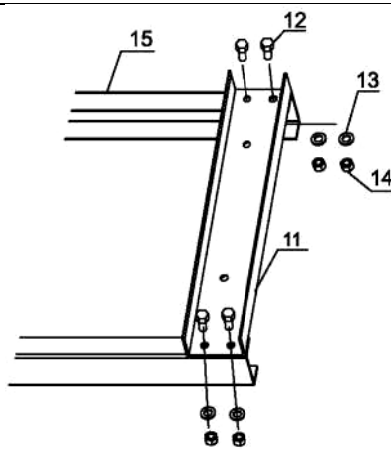

Рис. 1-1
Перед началом сборки разложите перед собой все детали и узлы*. См. изображения ниже (рис. 1-1–1-6). Рекомендуем соблюдать следующую последовательность действий:
2. Поместите стойки рамы (15) на устойчивую, плоскую и ровную поверхность. Совместите отверстия на верхней балке (11) с отверстиями в верхней части стоек рамы (15) и закрепите болтами (12), шайбами (13) и гайками (14). См. рис. 1-1.